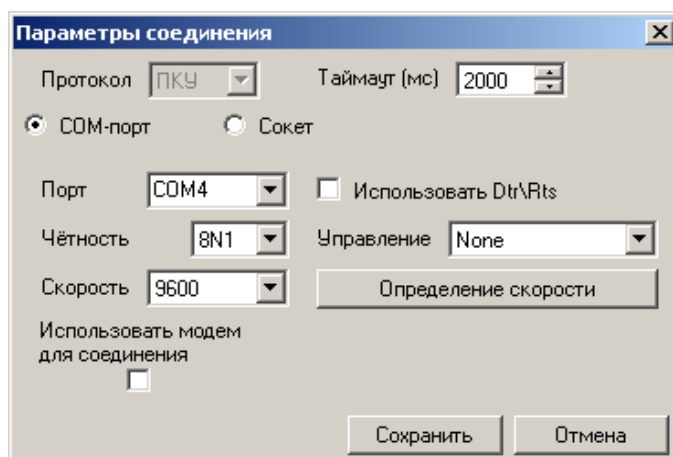

Рис.6. Окно «Параметры соединения» программы «DeviceConfig»
2.6. Протестируйте программой «DeviceConfig» исправность связи с модулем RS485\_ELF и теплосчетчиком ELF. Для этого запустите программу «DeviceConfig». Войдите в раздел меню Сервис/Параметры соединения. Откроется окно настроек параметров соединения (рис.6). Установите заводские настройки модуля: